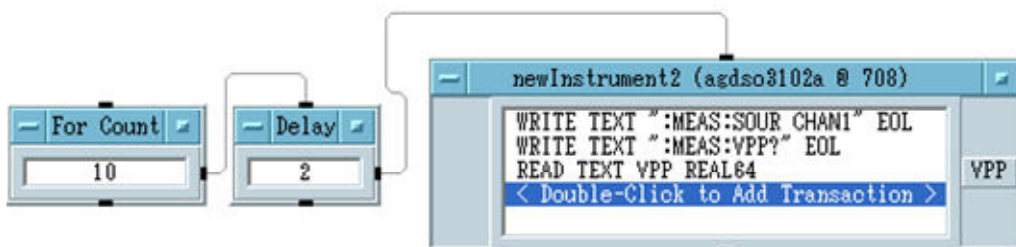

図5-14 ”Delay”オブジェクトによるウェイトタイムの設定
(12)図5-14のように接続する。プログラムを実行させて、動作を確認すること。